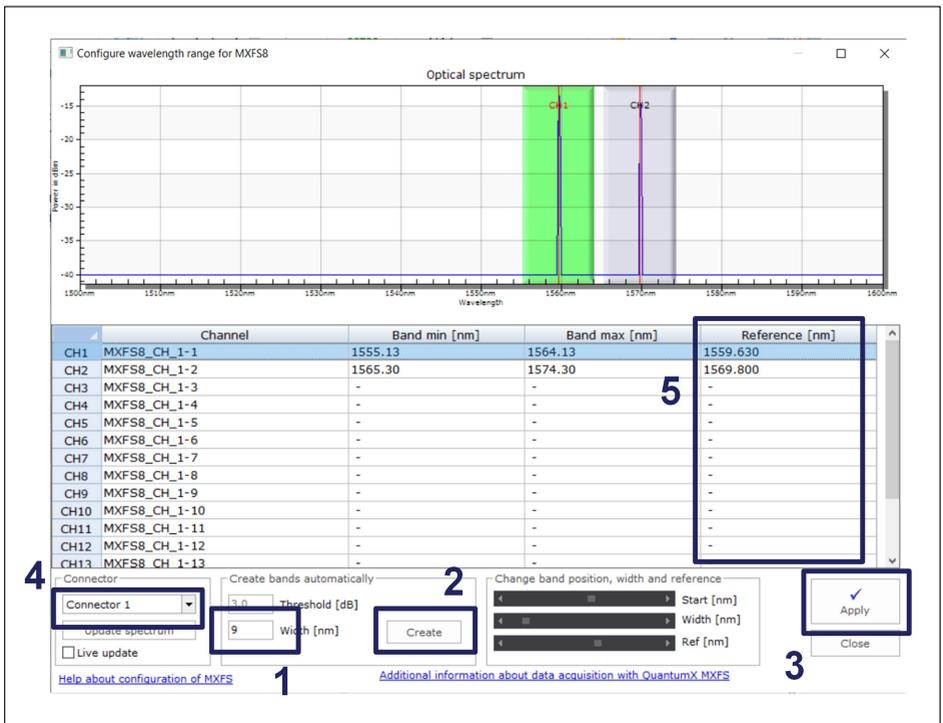

Abb. 5.2 Einrichten von Bereichen
- Einen Breitenwert von 9 nm für die automatische Erstellung von Bändern definieren (Ziffer 1 in Abb. 5.2).
- Zum automatischen Erstellen von Bändern auf die Schaltfläche „Erzeugen“ klicken (Ziffer 2 in Abb. 5.2).
- Die konfigurierten Bereiche im Gerät für den ausgewählten Anschluss („Connector“) übernehmen, dazu auf die Schaltfläche „Übernehmen“ klicken (Ziffer 3 in Abb. 5.2).
- Den Vorgang für alle Anschlüsse wiederholen, indem jeweils der entsprechende Connector ausgewählt wird (Ziffer 4 in Abb. 5.2).
- Die Referenzwellenlängen des FBG entsprechend den Angaben in den Kalibrierdatenblättern definieren (Ziffer **5** in Abb. 5.2).
- Die Einstellungen übernehmen (Ziffer **3** in Abb. 5.2).
- Den Vorgang für alle Anschlüsse wiederholen, indem der jeweils zu bearbeitende Connector ausgewählt wird (Ziffer **4** in Abb. 5.2).